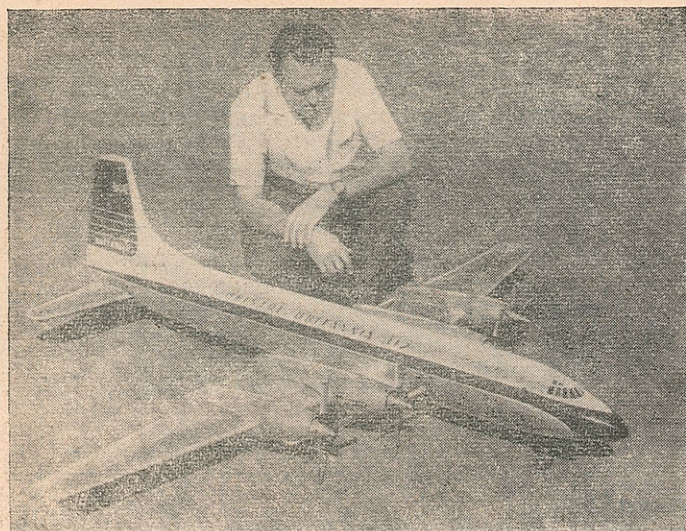
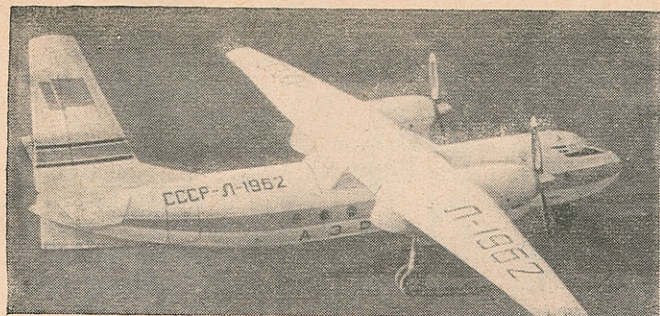

Рис. 12. Лучшая модель-копия чемпионата «Бристоль-Британия» (Польская Народная Республика).
Рис. 13. Модель — копия самолета «АН-24» Б. Тарадеева (СССР).
С моделями-копиями в чемпионате принимали участие 6 спортсменов. Пять моделей успешно выполнили свою норму — непрерывный полет на протяжении 10 кругов. Наибольшее число очков (268) за четырехмоторную модель современного английского лайнера «Бристоль-Британия» получил польский авиамоделист Я. Кушелек. На модели установлены четыре польских двигателя «Сокол» (рис. 12), точно воспроизведены внешние обводы самолета, а также пилотская и пассажирская кабины. Шасси в полете убираются и выпускаются. Второе место (223 очка) завоевал польский авиамоделист И. Пуделка с моделью польского двухмоторного бомбардировщика «ВИЛК» образца 1939 года. На третьем (191 очко) и четвертом (185 очков) местах оказались советские моделисты Е. Кондратенко и Б. Тарадеев с моделями «АН-24» (рис. 13). Обе модели летали неплохо, но их авторы не выполнили внутренней отделки фюзеляжа.